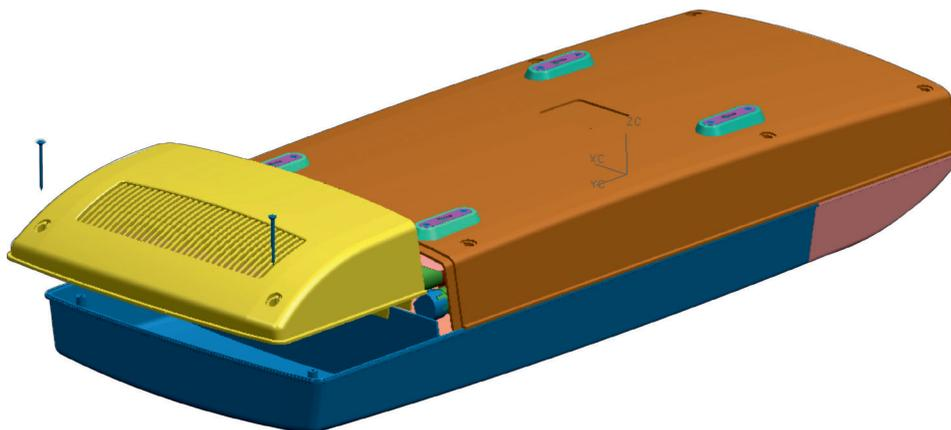

Рис.7
- вывернуть два винта, соединяющие вставку панели с корпусом рециркулятора (рис.7);
- вывернуть два винта соединяющие рамку с корпусом рециркулятора (рис.7а) и вынуть использованный фильтр, соблюдая правила обращения с инфицированными материалами.
Рис.7а